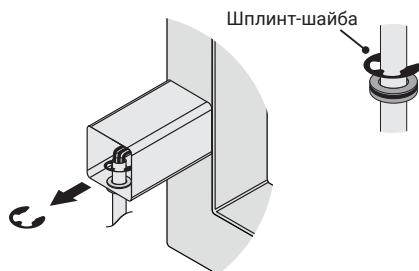

Рис.6
4.2.3. Если необходимо перенести сетевой шнур на другую сторону изделия, для этого нужно, снять шплинт-шайбу (рис. 6). Шплинт-шайба фиксирует шнур в резиновом кольце кольца для избежания его вытягивания из модуля.